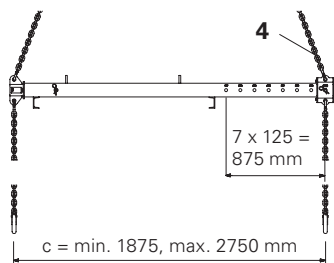

Fig. 9
- La lunghezza della traversa c corrisponde alla distanza tra mensole c dell'unità di ripresa. (Fig. 9 + 11)
- Per la regolazione, disporre la traversa di sollevamento su una base idonea. Dopo la regolazione, l'imbracatura della gru (4) non dev'essere in tensione.
- Le distanze tra 187,5 cm e 275 cm vengono regolate sul tubo esterno tramite la piastra (5). Il tubo interno è completamente inserito e imbullonato.
- Il tubo interno (2) è completamente inserito.
- (Fig. 9)